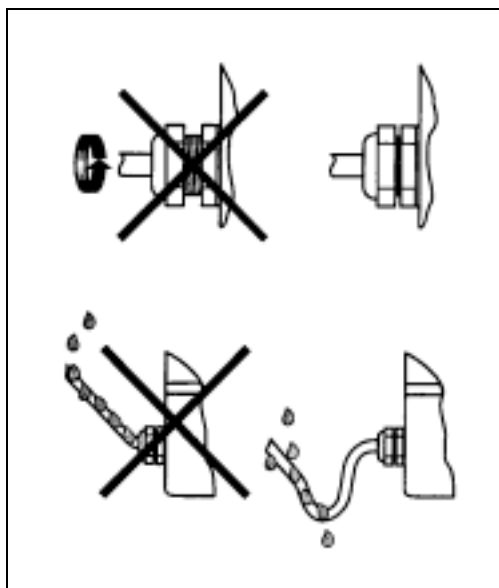

Рис. 5:
- Зажим на кабельном выходе должен быть надежно завернут (см. Рис. 5).
- Для исключения попадания влаги внутрь корпуса по кабелю, последний должен прокладываться с изгибом, как показано на Рис. 5.